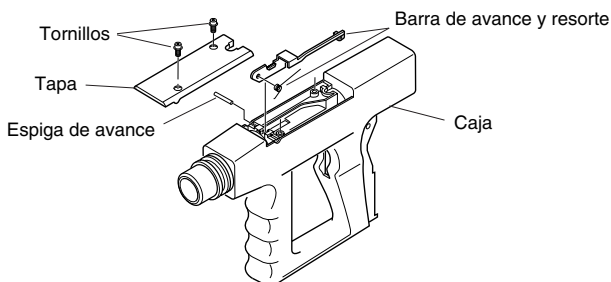

Figura 16 - Colocación de la barra de avance
1. Coloque en la caja la barra de avance y el resorte (vea la figura 16).
3. Coloque la tapa en la caja alineando los orificios. Inserte los tornillos en la tapa y apriételos con una llave hexagonal de 3 mm (vea la Figura 16).